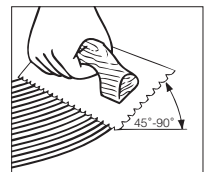

Figure 4
- Tenir la truelle à un angle d'au moins 45° (Figure 4), fermement contre le sous-plancher.